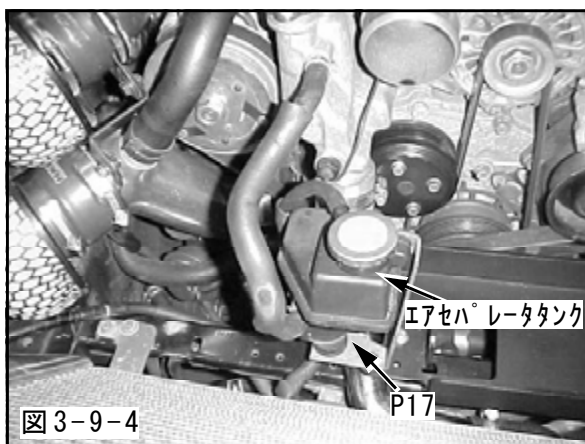

図 3-9-4
(7) エアセパレータタンクをバッテリートレイに取付けてください。(図3-9-4)